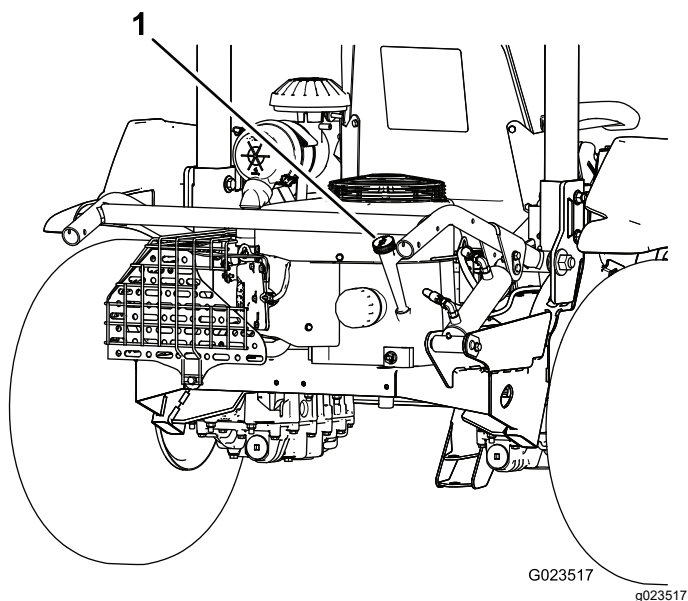
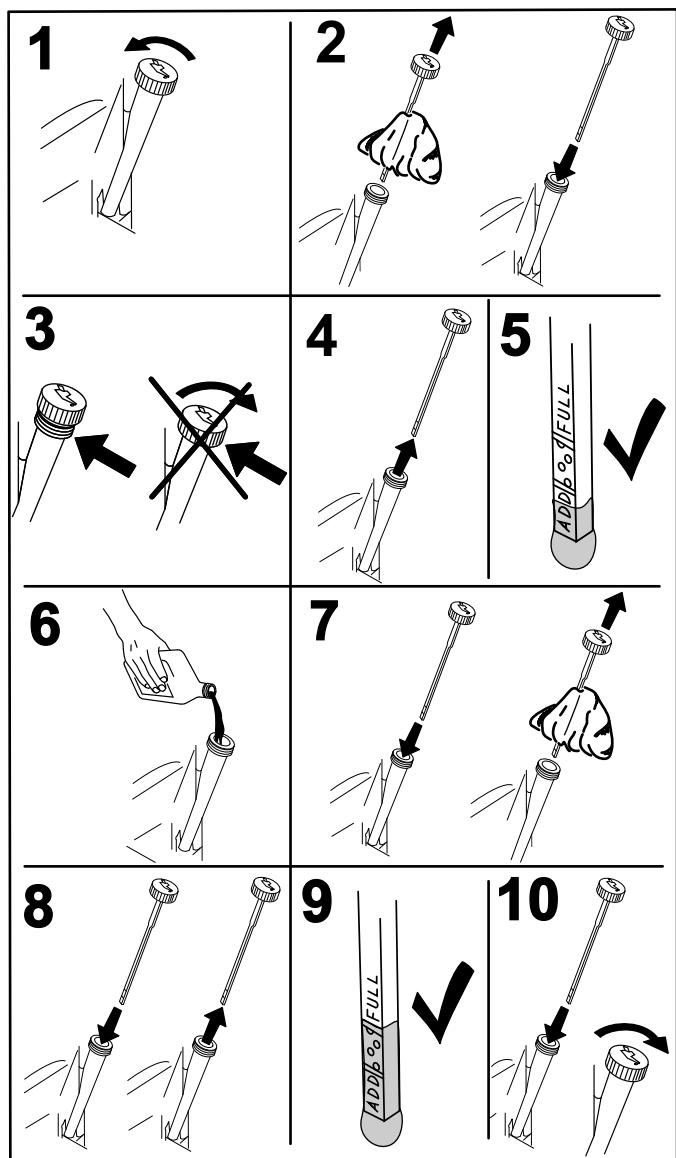

Figure 38
Figure 39
2. Sortez la jauge (Figure 38) et essuyez-la sur un chiffon propre (Figure 39).